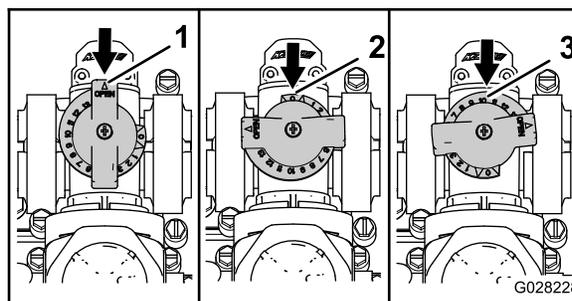

Рисунок 75
- Перепускной клапан перемешивания находится в полностью открытом положении, как показано на виде А на Рисунок 75.
- Перепускной клапан перемешивания находится в закрытом (0) положении, как показано на виде В на Рисунок 75.
- Перепускной клапан перемешивания находится в промежуточном положении (отрегулированном в соответствии с показаниями манометра системы опрыскивания), как показано на виде С на Рисунок 75.